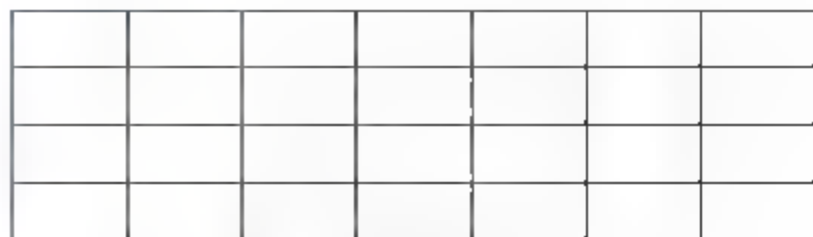

图6-93 绘制表格
**06** 单击【确定】按钮，按照命令行提示指定插入点为矩形左上角的一点，第二角点为矩形的右下角的一点，表格绘制完成，如图6-93所示。